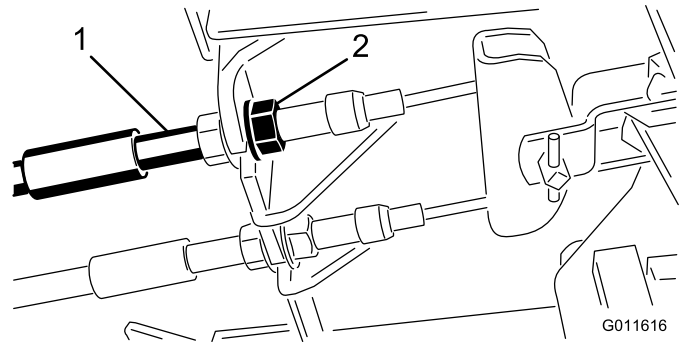

Figura 55
1. Para reduzir a folga dos pedais dos travões, aperte os travões desapertando a porca dianteira que se encontra na extremidade roscada do cabo dos travões (Figura 55).